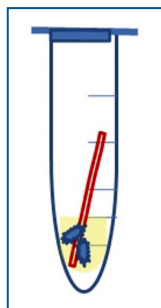

Figura 2.5.1. Reação eletroquímica dos íons de prata com o fio de cobre
- Dobre um fio de cobre e mergulhe nessa solução. Observe atentamente o que acontece, por no mínimo 5 minutos, como indicado na Figura 2.5.1.